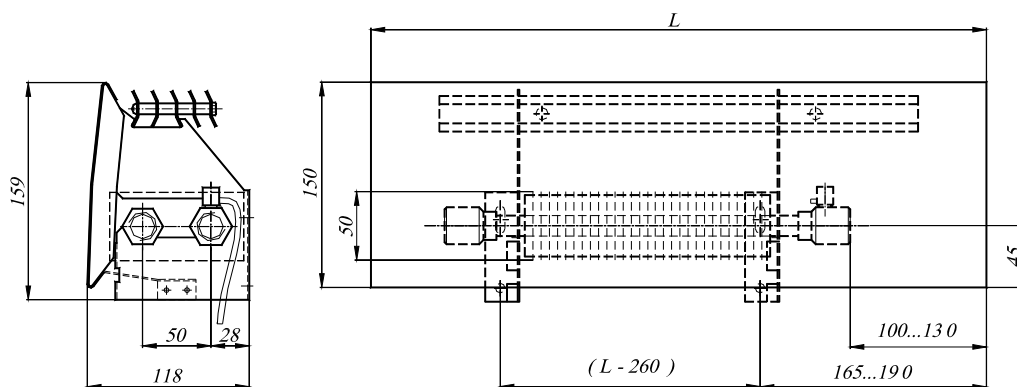

Рис. 1.6. Конвектор «Atoll» настенный проходной ПКНП-104...125А с боковым подключением
1.9. Для установки конвекторов в горизонтальных системах отопления, требующих использования типоразмеров длиной более 2500 мм, предлагаются проходные модификации ПКНП (Рис.1.6, 1.15, 1.24, 1.27). Они изготавливаются на базе концевых и имеют идентичные с последними габаритные размеры кожуха и нагревательного элемента. Проходные модификации отличаются от концевых тем, что верхние и нижние пары труб образуют два отдельных канала, имея выходы на обе стороны конвектора.